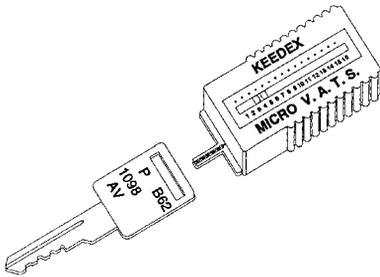

Рис. 5.32. Анализатор VATS/PASSKey (иммобилайзер/пароль) (С разрешения компании Keedex Mfg)
- Устройство декодирования ключей VATS/PASSKey или анализатор ключей (рис. 5.32)